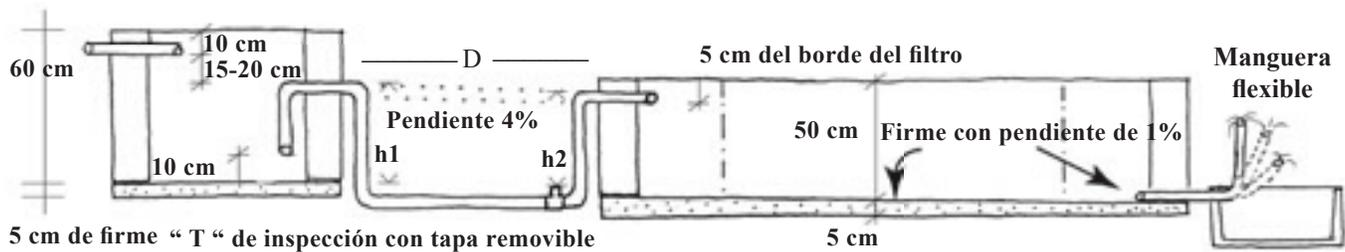

Fig. 1 Corte esquemático de trampa de grasa + filtro de jardinera
La trampa de grasas es como un registro elevado, con repellado fino interior, de aproximadamente 60cm x 60cm x 60cm, para una familia de 4 a 5 personas. La entrada de agua gris —de PVC de 2 pulgadas— se hace en la parte superior de la trampa y el tubo de salida se instala a unos 15 cm por debajo de la entrada. En el interior de la trampa, el tubo de salida cuenta con un codo y un tubo que llega a 10 cm encima del firme de la trampa (ver figuras 1 y 3). Esta disposición permite que el agua suba lentamente por el tubo de salida y dé tiempo a que se sedimenten los sólidos. Es muy importante tomar en cuenta que la salida de la trampa debe estar lo suficientemente alta para tener una pendiente de por lo menos 4% en el tubo que lleva el agua a la entrada del filtro-jardinera. Es decir,  $\text{Pendiente: } (h_1-h_2)/D \geq 0.04$  (ver fig. 1). En caso de que no exista desnivel en el predio, esta pendiente se puede lograr elevando más la trampa.
La salida del filtro se coloca sobre el firme, utilizando un tubo de PVC de 2 pulgadas. El agua se puede dirigir a un área de riego o hacia un árbol. Alternativamente, se puede construir un pequeño registro (más abajo que la salida). Para controlar el nivel del agua dentro del filtro se puede conectar una manguera flexible al tubo de salida y colocarla dentro del registro para que ahí se descargue el agua. Al subir o bajar la manguera, sube o baja el nivel de agua del filtro (ver fig.1).
**12. Conectar la salida de la trampa de grasas con la entrada del filtro por medio de un tubo de PVC de 2 pulgadas, evitando lo más posible codos, desviaciones y cambios abruptos de nivel (subidas y bajadas). Antes de la sección del tubo que sube a la entrada del filtro, es recomendable colocar una “T” con su respectiva tapa, para que sirva de acceso al tubo en caso de que se tape por exceso de sólidos (ver fig.1).**